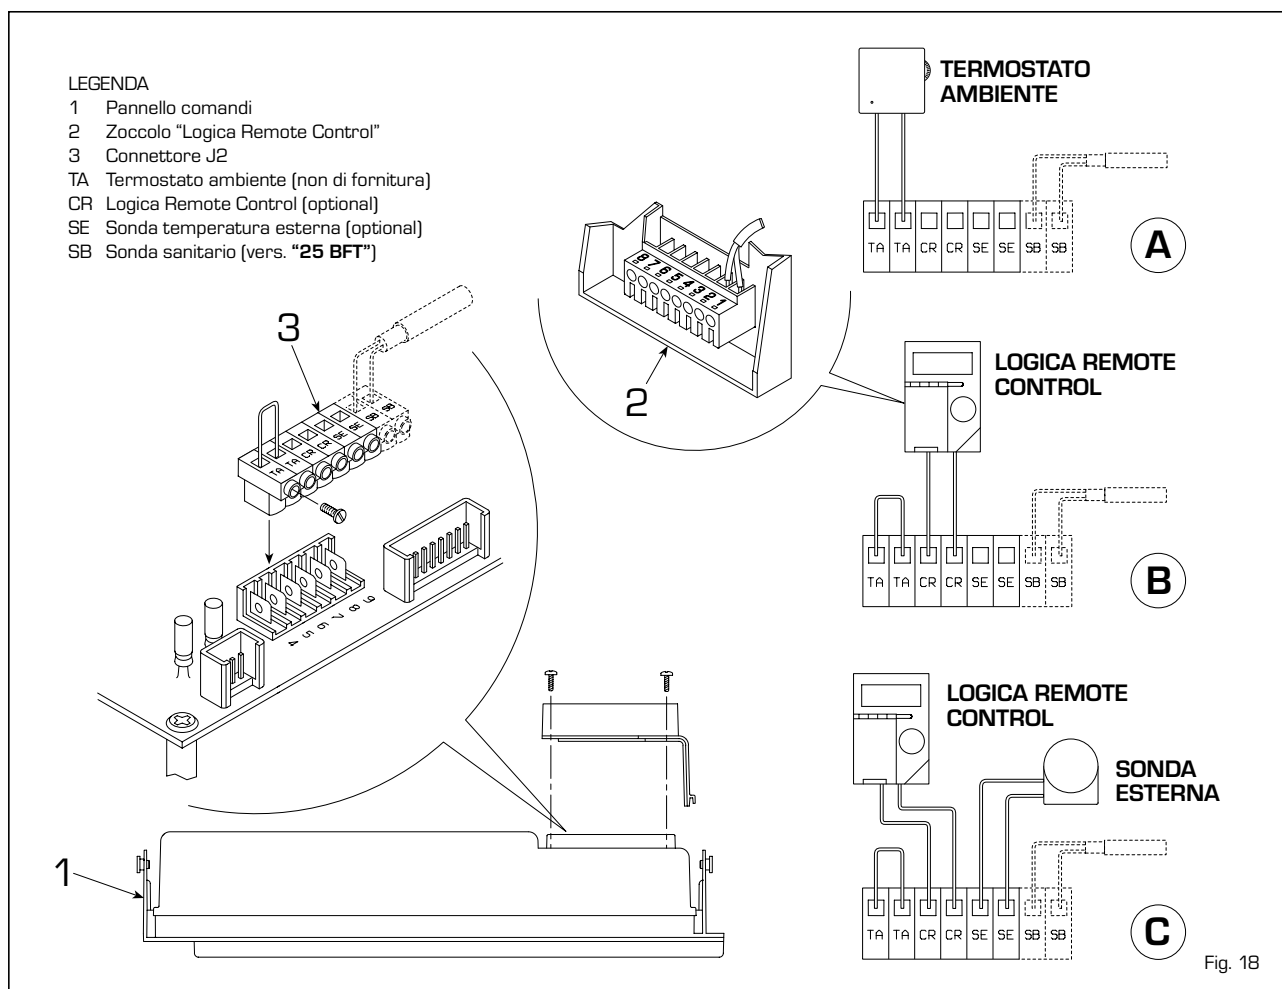

Fig. 18
2.11.1 Collegamento termostato ambiente (fig. 18 pos. A)
2.11.2 Collegamento "Logica Remote Control" (fig. 18 pos. B)
2.11.3 Collegamento sonda temperatura esterna (fig. 18 pos. C)
La caldaia vers. "25 BFT" viene fornita con sonda sanitario (SB) collegata al connettore J2 (3 fig. 18).